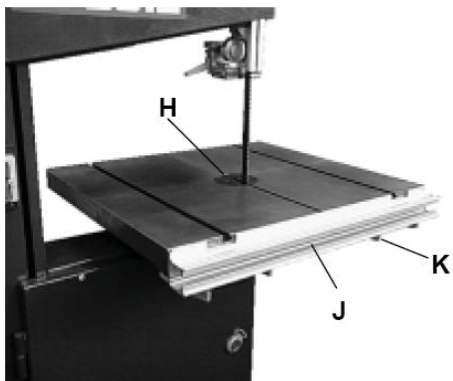
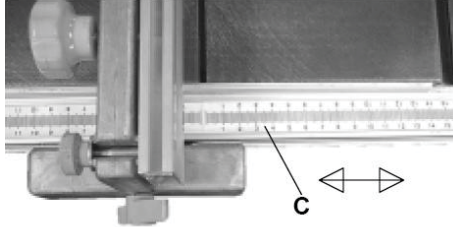

Рис. 4
Рис. 11
- Установите пластиковую вставку стола (H) в центр стола угловой поверхностью вниз (Рис. 4).
- Чтобы установить направляющую (J), прикрепите её четырьмя винтами с шайбами (K) к переднему краю стола (Рис. 4).
- Чтобы отрегулировать шкалу направляющей, ослабьте четыре винта (см. K, Рис. 4) под столом и подвиньте шкалу и направляющую (C) в сторону (Рис. 11).